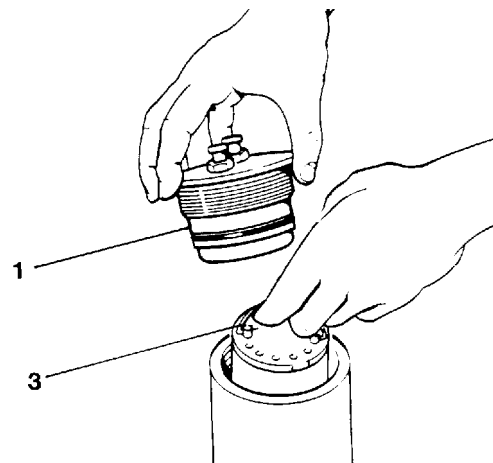

Рис. 39 Замена патрона
- Освободите старый патрон из крепящей скобы (3, Рис. 39).
- Наденьте вновь резьбовое соединение (1), завинтите вручную и затяните крепко при помощи специального ключа.